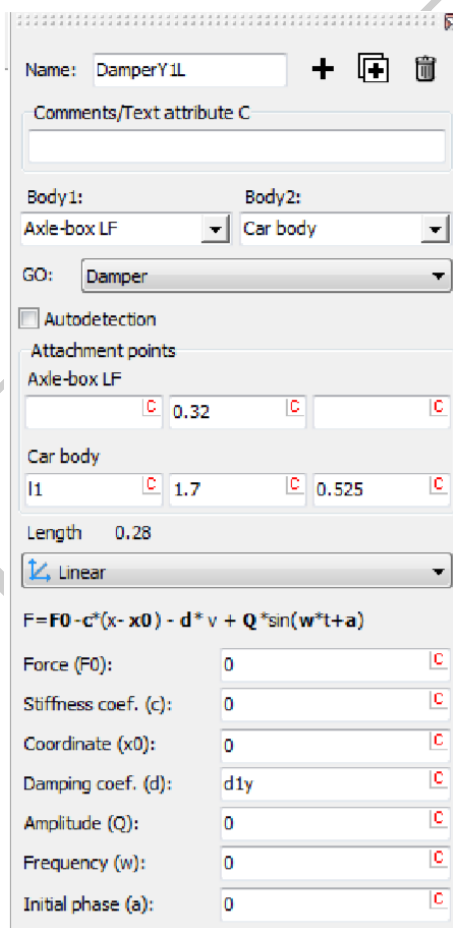

图 2.26
3. 从 **Type** 下拉菜单选择 **Linear** 力元，按图 2.26 所示定义阻尼参数， $d1y = 16400 \text{ N*s/m}$ 。